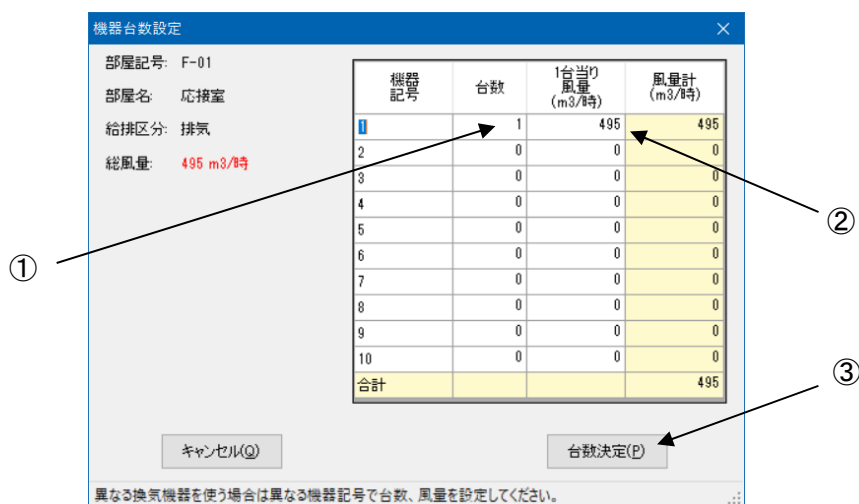

図2
(2) 1部屋当りの台数(図2-①)を入力し、[Enter] キーを押してください。
1台当り風量値が計算され「1台当り風量」欄(図2-②)に表示されます。
[台数決定(P)] ボタン(図2-③)をクリックします。